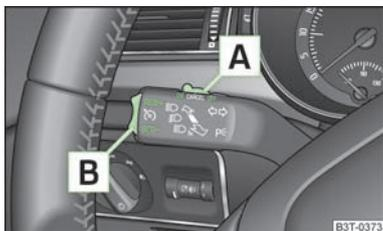

Fig. 124
- Rode o interruptor **A** » Fig. 124 para a posição **ON**.
- Pressione a tecla **B** » Fig. 124 na posição **RES**.
O sistema de regulação da velocidade é **temporariamente desactivado**, pressionando o interruptor **A** » Fig. 124 para a posição suspensa **CANCEL** ou carregando no pedal do travão ou da embraiagem.
- Rode o interruptor **A** » Fig. 124 para a direita, na posição **OFF**.